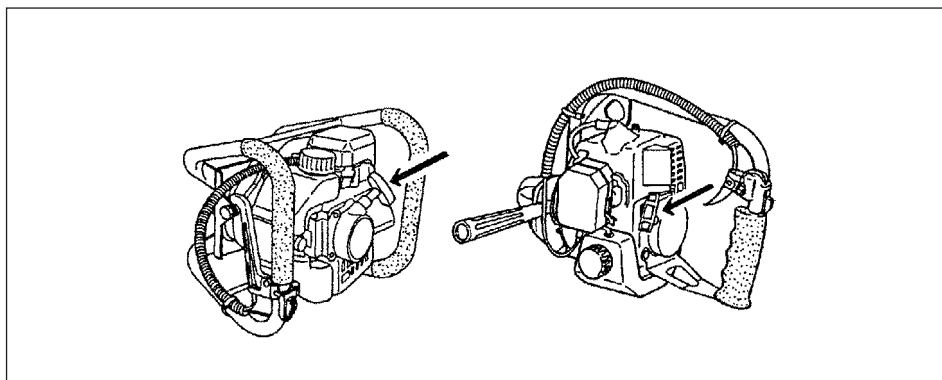

Fig. 2-4
3. Trek met een korte ruk aan de trekstarter en zorg ervoor dat u de starter goed in uw hand houdt, zodat hij niet plotseling terug kan schieten. (Fig. 2-4)